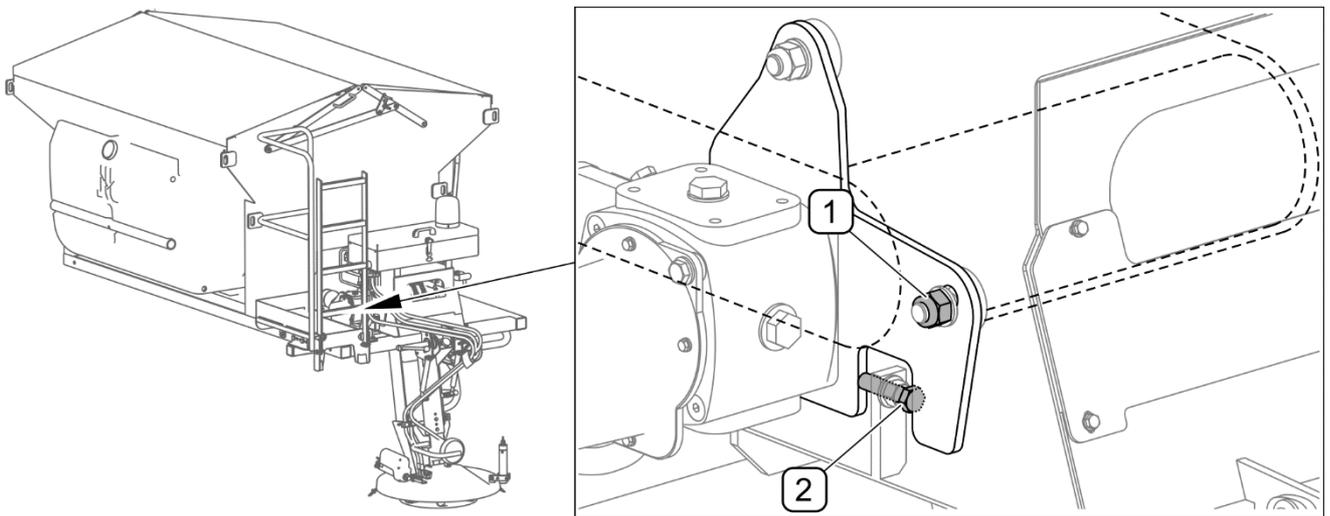

ABBILDUNG 5.5 Einstellen der Antriebsrolle
(1) - Kontermutter; (2) - Einstellschraube
Wenn das Band nicht in der Mitte der Antriebsrolle läuft (ABBILDUNG 5.5), muss die Rolle eingestellt werden. Die Einstellung wird nur auf einer Seite mithilfe der Schraube (2) durchgeführt, indem die Position der Halterung des Rollenantriebs geändert wird. Auf dem Steuerpult im Menü „ZÄHLER“ die Funktion „ENTLADEN“ einschalten. Eine ausführliche Beschreibung befindet sich in Kapitel 4.9 ENTLADEN. Die Mutter (1) lösen und mithilfe der Einstellschraube (2) das Band in die Mitte der Rolle einstellen. Nach jeder Umdrehung der Schraube (2) einen Moment warten und die Auswirkung der Einstellung prüfen. Den Vorgang wiederholen, bis das Band in der Mitte der Rollen läuft. Nach Beendigung der Einstellung den Antrieb des Förderbandes ausschalten, die Mutter (1) festziehen und auf dem Bedienpult die Funktion „ENTLADEN“ ausschalten.